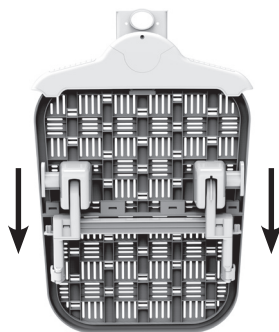

Рис. 4
5. Установите гладильную доску на вершинах телескопических шестов так, чтобы передняя её часть, покрытая тканевым чехлом, располагалась на той же стороне, что и панель управления на корпусе прибора (рис. 4).